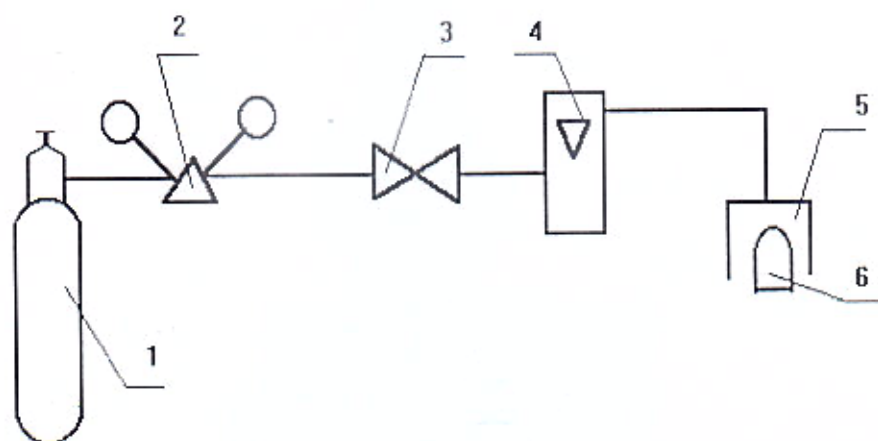

Рис.4. Схема поверки газоанализатора
- ♦ собрать схему измерений (рис.4);
- ♦ собрать схему измерений для проверки шкалы прибора на пропан, пропан, бутан (рис.4);